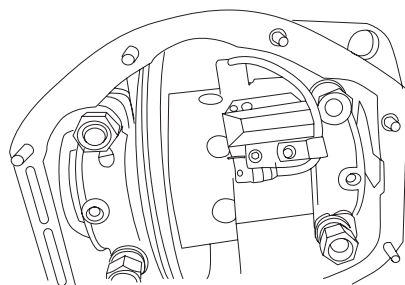

Рис. 14
9. Установите пневматический привод в сборе [2] с пластиной крепления актуатора в РПМ [11] на шпильки под гайки крепления бугеля (**Рис. 14**).